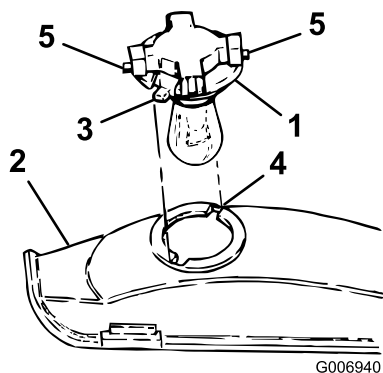

Bild 53
- Drehen Sie die Birnenfassung um 1/4 Umdrehung nach links und nehmen die Birne aus dem Reflektor heraus (Bild 53).
- Richten Sie die Zungen an der Birnenfassung (Bild 53) mit den Schlitzen im Reflektor aus, setzen die Birnenfassung in den Reflektor ein und drehen Sie die Birne nach rechts um eine 1/4 Umdrehung bis zum Anschlag.